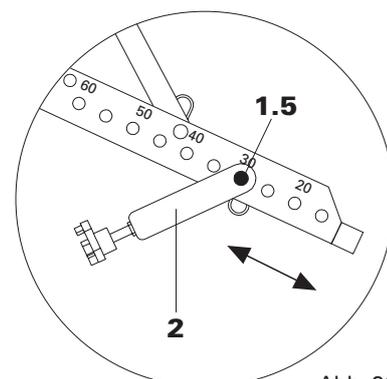

Abb. 31
4. Spanngarnituren **2** entsprechend dem neuen Querschnitt abstecken. Abb. 31